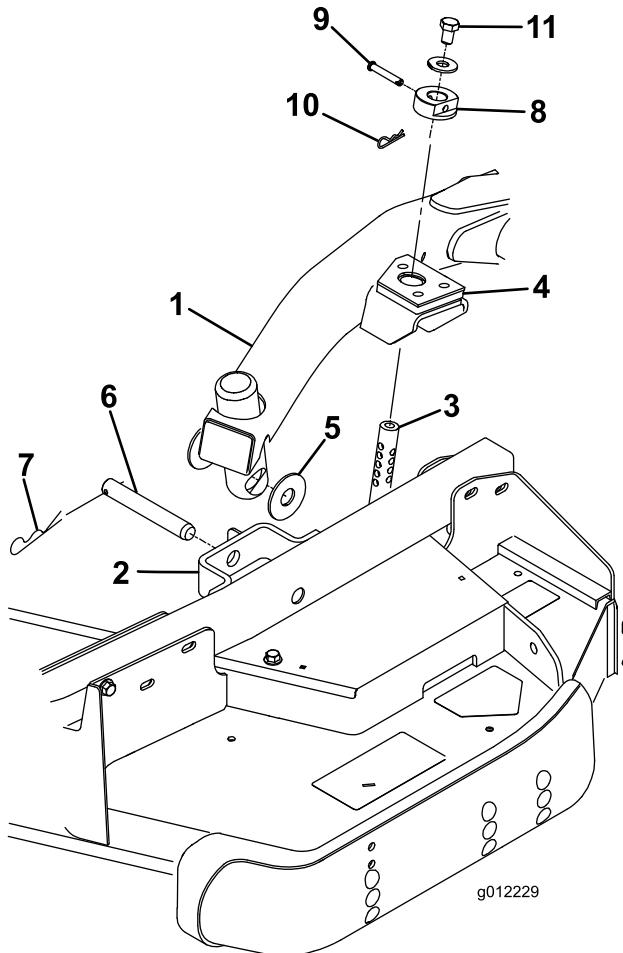

図 23
穴とキャスター・アーム・ブラケットについている穴を整列させ、昇降アームのパッドに刈高ロッドを挿入できるようにする（図 23）
5. スラスト・ワッシャ 2 枚、クレビス・ピン、ヘアピン・コッターを使って、昇降アームをキャスター・アームに固定する。スラスト・ワッシャは昇降アームとキャスター・アーム・ブラケットの間にれる（図 23）コッター・ピンを、キャスター・アーム・タブのスロットに差し込んで固定する。
(図 23) クレビス・ピンの頭をデッキの前に向けておく。
- 各刈高ロッドの上部に  $1/2 \times 3/4"$  ボルトとワッシャを取り付ける(図 23)。